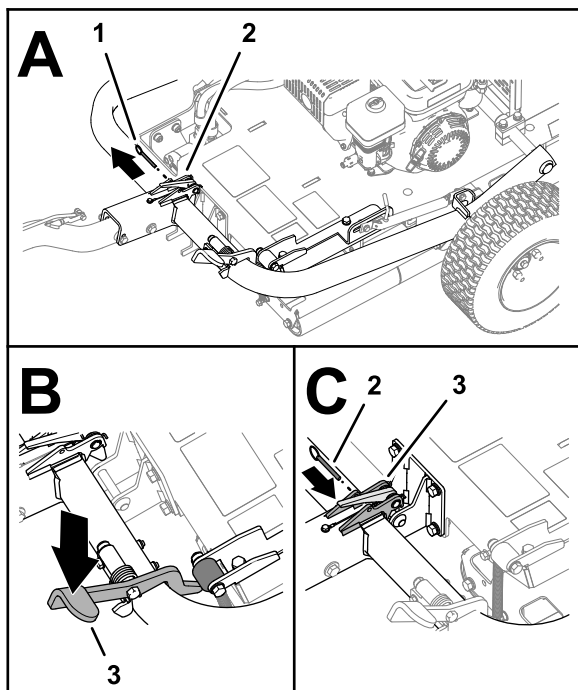

Figura 8
6. Dacă este montat, îndepărtați tiftul de blocare de la maneta de fixare (Figura 8).
7. Apăsai pedala dispozitivului de remorcă până când acesta se blochează în poziție (Figura 8).
8. Introduceți tiftul de blocare prin orificiile din elementul de fixare (Figura 8).